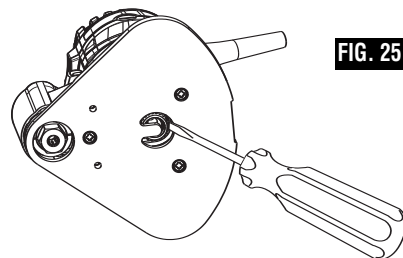

FIG. 25
3. Insérez un tournevis (non inclus) à travers l'ouverture en forme de U pratiquée dans la sous-embase afin de placer la courroie sur la poulie d'entraînement. (Fig. 25)